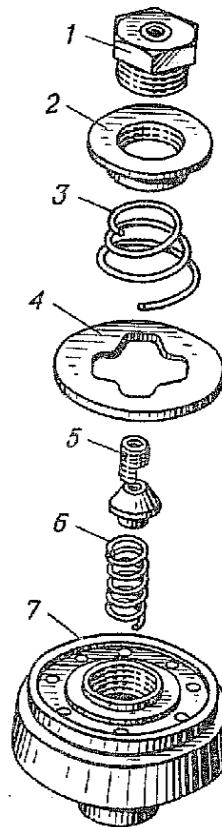

Рис. 181. Клапан сжатия амортизатора:
1.10. Отвернуть гайку 1 (рис. 181) клапана сжатия и снять ограничительную тарелку 2, пружину 3, тарелку 4 перепускного клапана, втулку 5 клапана сжатия, пружину 6 (кернер, молоток 500 г, ключ 12).
3.2. Установить в корпус 7 (рис. 181) клапана сжатия пружину 6, втулку 5, тарелку 4 перепускного клапана, пружину 3, ограничительную тарелку 2 и закрепить гайкой (ключ 12, головка 12, рукоятка динамометрическая).